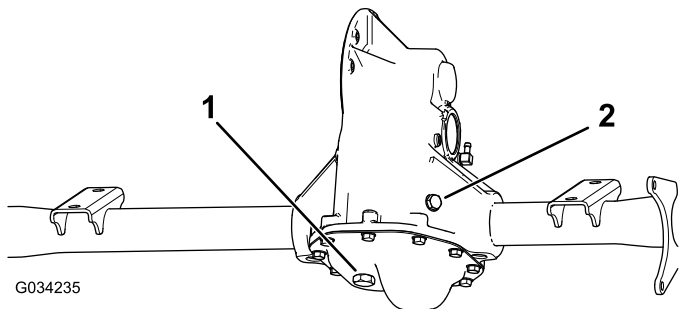

图 49
1. 对齐排放塞下的排放盘 图 49。
2. 取下加注塞和密封件 图 49。
3. 拔掉排放塞和密封件让液体完全排出 图 49。